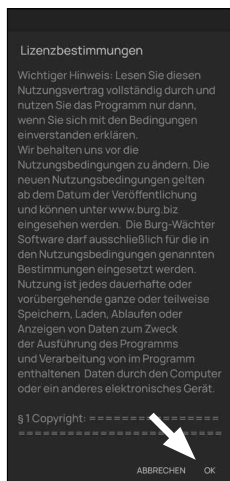

Fig. 2
- 2 À la première ouverture de l'application, vous voyez apparaître les dispositions de la licence pour l'usage de l'application. Lisez-les complètement et confirmez-les en bas à droite par « OK » (Fig. 2).